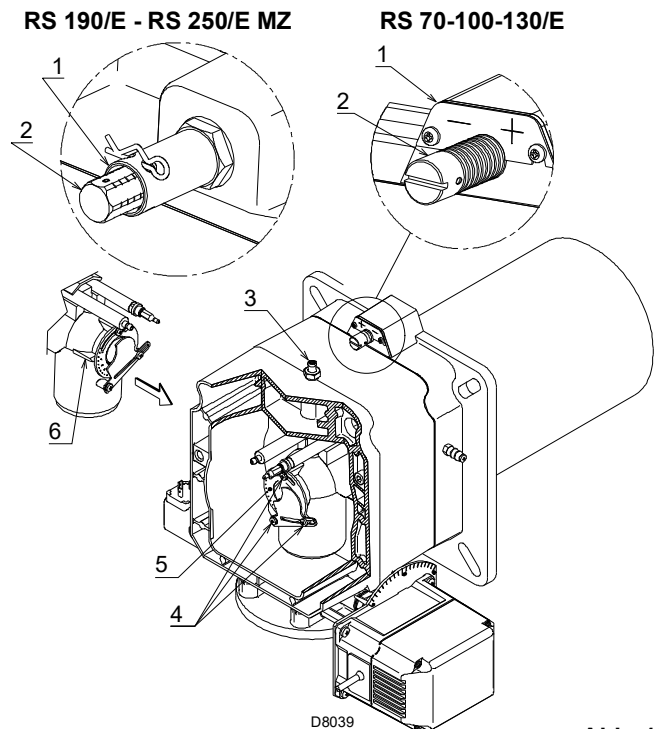

Abb. 18
- Drehen Sie die Schraube 2)(Abb. 18) bis die gefundene Kerbe mit der Vorderseite 1) des Flansches übereinstimmt.
Lösen Sie, um die Einstellung zu erleichtern, die Schraube 3) 3)(Abb. 18), nehmen Sie die Einstel- lung vor und ziehen Sie sie dann wieder fest.
- Die Schrauben 4)(Abb. 18) lockern und die Scheibe 5) soweit drehen, bis die gefundene Kerbe mit dem Indexstift 6) zusammenfällt.